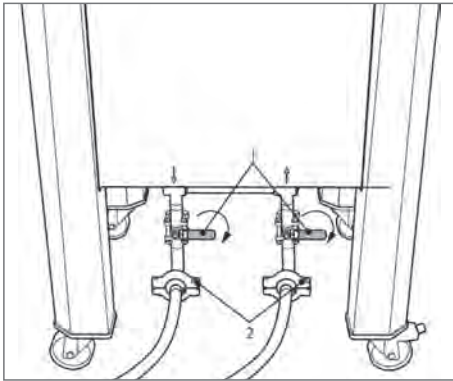

Abbildung 72
2. Schließen Sie ggf. die beiden manuellen Kugelhähne, trennen Sie die Einlass- und Auslassverbindungen und nehmen Sie die Schläuche ab (siehe Abb. 72 | 1 und 72 | 2)